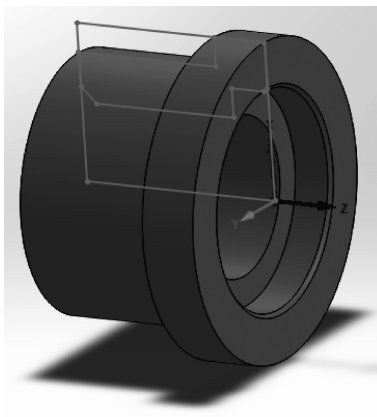

图 3-9 坐标系的确定
(3) 单击【完成】按钮,完成坐标系的定义,此时, Z 轴位于回转轴上, X 方向则是向上垂直的,如图 3-9 所示。